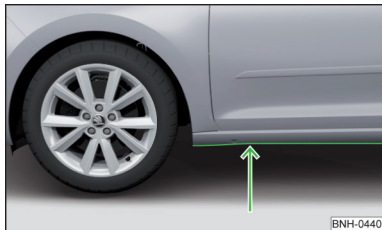

Fig. 189
- › Înainte de traversarea zonei inundate, stabiliți adâncimea apei. Nivelul apei poate să ajungă maxim până la marginea inferioară a pragului » fig. 189.